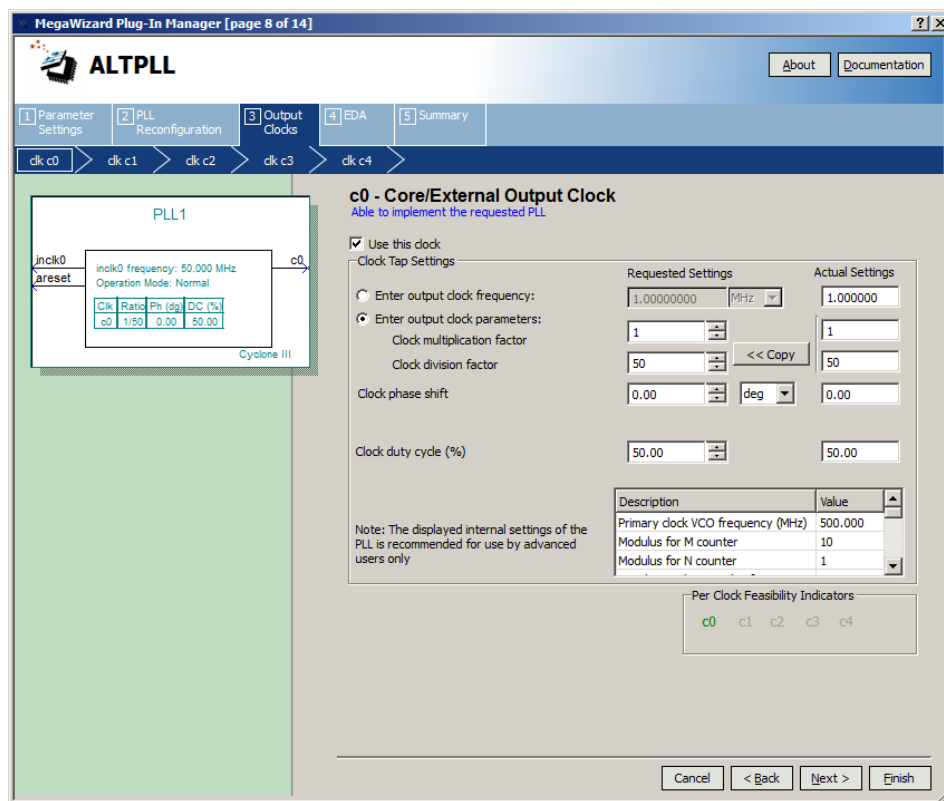
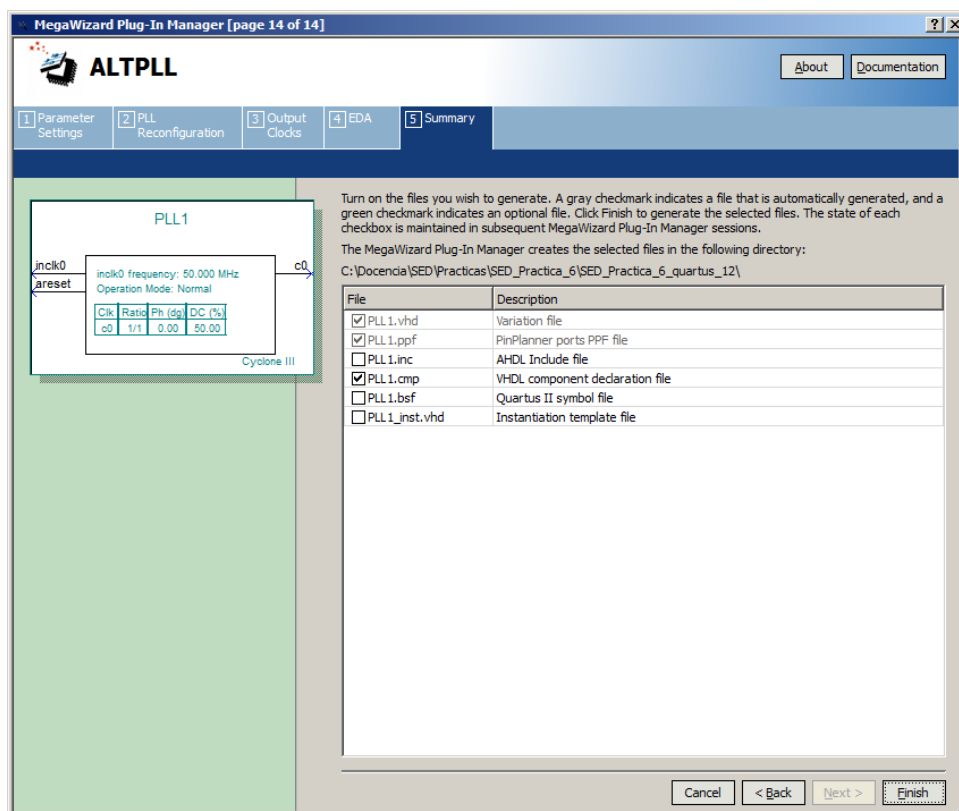

Figura 8. Configuración de la frecuencia de salida del PLL.
Figura 9. Último cuadro del asistente de configuración del PLL.
5.- En el siguiente paso se debe configurar la frecuencia de salida que se desea y el ciclo de trabajo del reloj, que será del 50%. Solamente se configurará el reloj c0 (Figura 8). Las siguientes pantallas se deben aceptar con los valores con los que aparecen por defecto, hasta llegar a la última pantalla, que debe quedar como la de la Figura 9.